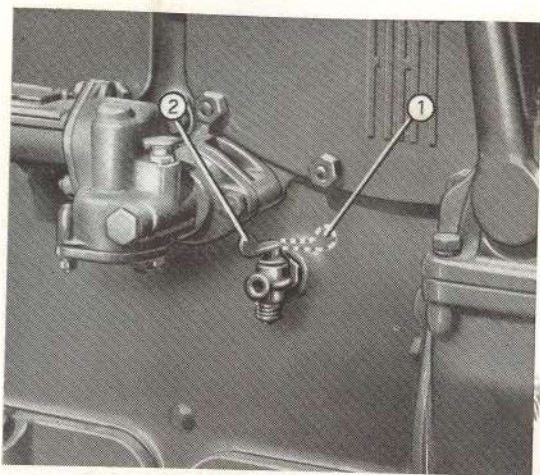

Fig. 65. - Robinet de vidange de l'eau du moteur.
- Vidanger le radiateur en dévissant le bouchon inférieur prévu (fig. 64) et le groupe cylindres du moteur, en ouvrant le robinet situé sur le côté gauche (fig. 65).